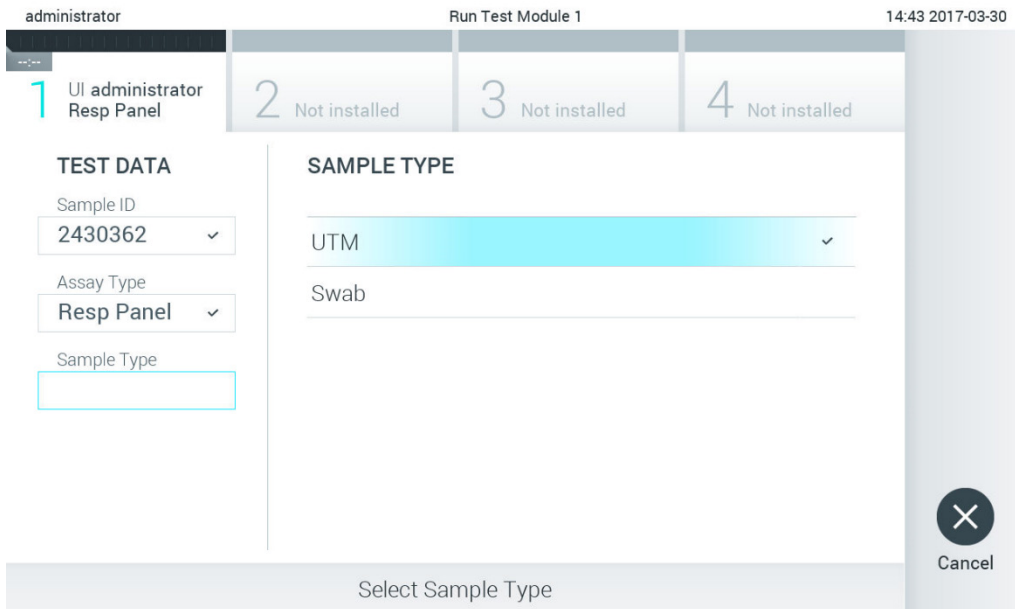

図 25. サンプルの種類を選択。
4. 必要があれば、リストから適切なサンプルの種類を選択します (図 25)。